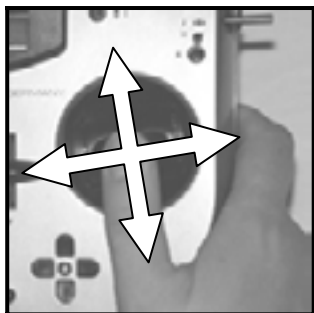

Fig. 9.4.7.1.
- Con la chiave TORX T6 (sulla parte interna del coperchio posteriore), allentare le 3 viti della meccanica corrispondente (→ Fig. 9.4.7.2.), fino a permettere la rotazione.